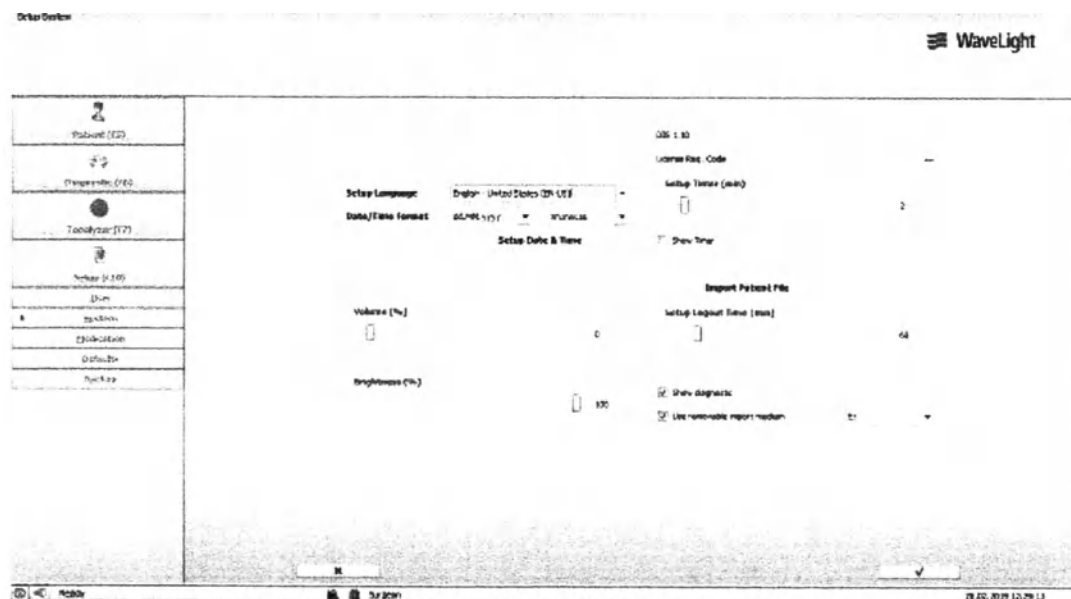

Рисунок 36: Настройки системы
- Программное обеспечение портала базы данных (Database Portal Software) предоставляет «Таймер», который можно включить или выключить, установив флажок «Показывать таймер» (например, см. рисунок 36 «Настройки системы» на стр. 58). С помощью полосы прокрутки можно установить время обратного отсчета (минуты) по умолчанию.